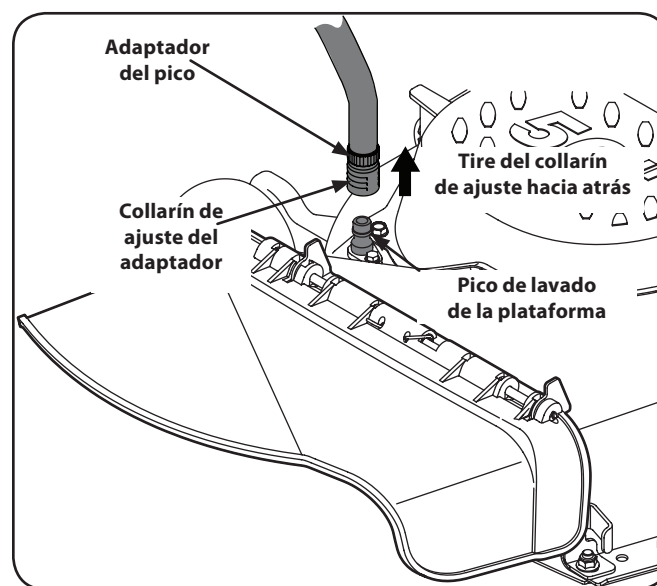

Figura 6-1
3. Tire hacia atrás el collarín de ajuste del adaptador del pico y empuje el adaptador hacia uno de los picos de lavado de plataforma de cualquiera de los dos extremos de la plataforma de corte. Suelte el collarín de ajuste para trabar el adaptador en el pico. Vea la Figura 6-1.